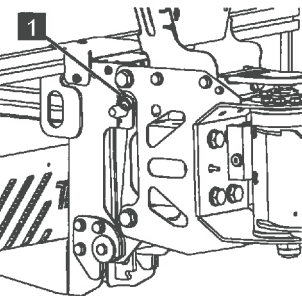

Abb. 146
5. Federsplint (Abb.146/1) in den Verriegelungsbolzen einsetzen.